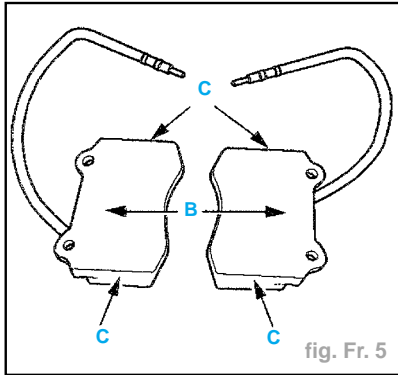

fig. Fr. 5
- Graisser (fig. Fr. 5) :
- le dos (B) des plaquettes de freins
- les côtés (C) des plaquettes de freins, sans déposer de graisse sur la garniture.